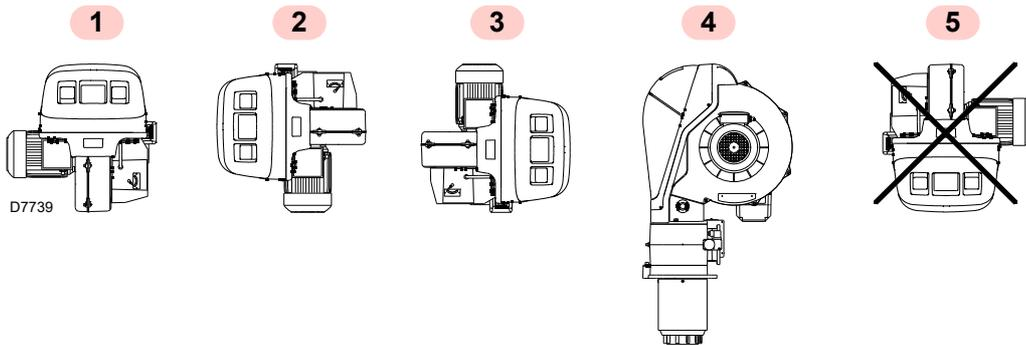

Abb. 14
- Der Brenner ist ausschließlich für den Betrieb in den Stellungen **1**, **2**, **3** und **4** (Abb. 14) ausgelegt.